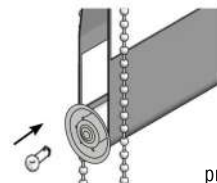

рис. 16
4. Установить направляющие лески в заглушки нижней трубки 12 мм с обеих сторон (рис. 16)